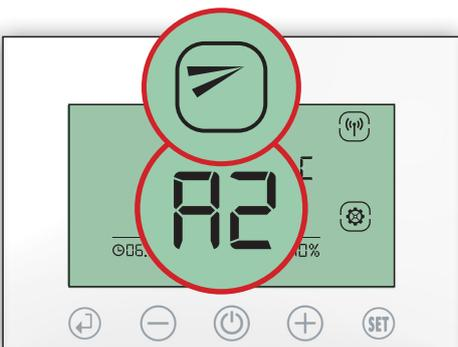

Fig. 39
2.2 **A2:** Premere (+) per impostare l'apertura alla posizione A2 (66%), apparirà l'icona (↗) premere (↵) per confermare e uscire dalle impostazioni. (Fig.39)